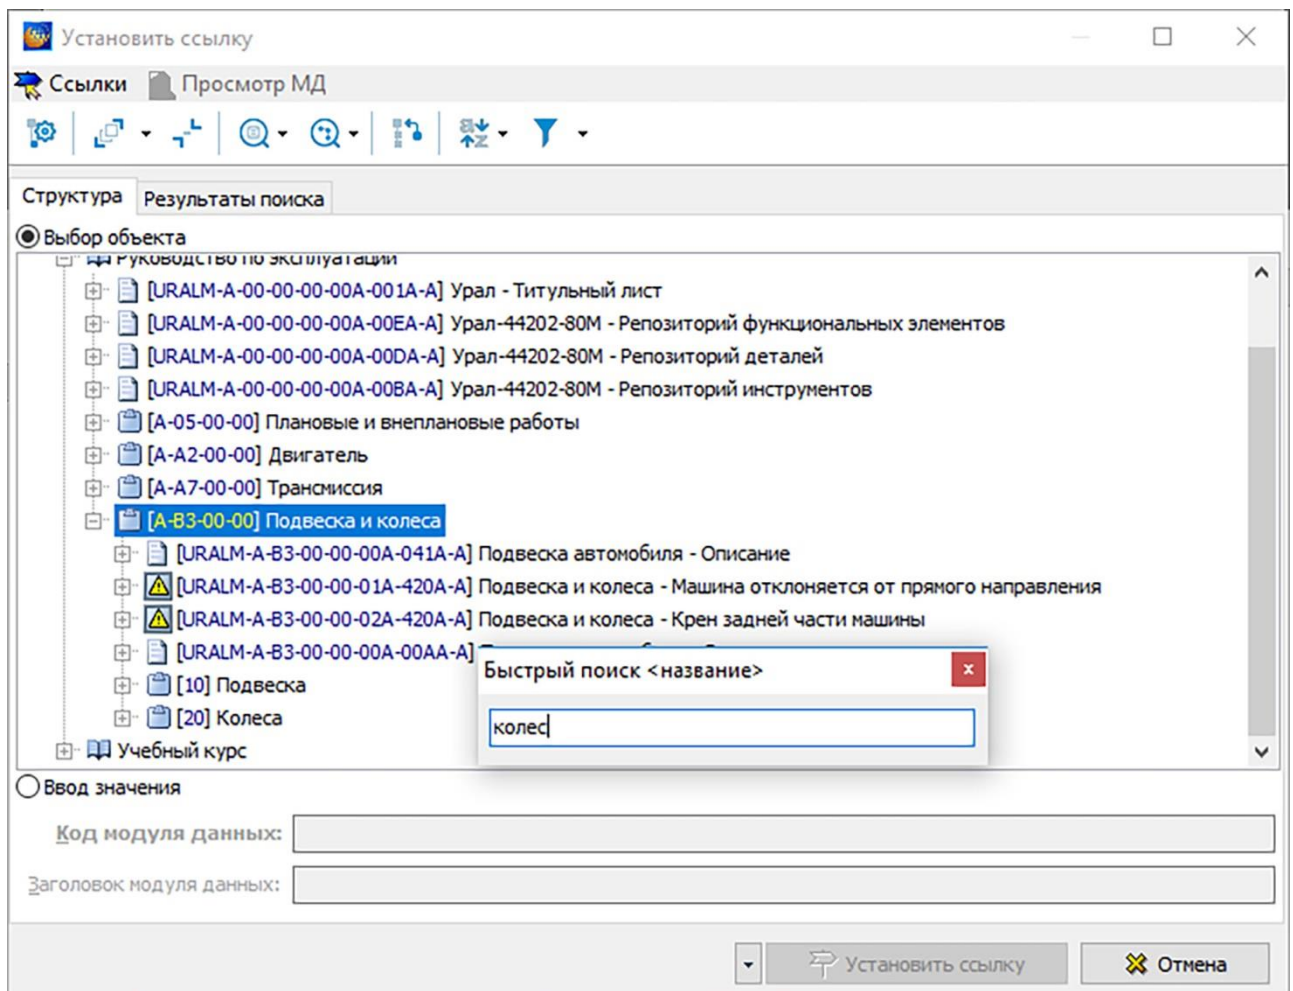

Рисунок 345
3) Наберите на клавиатуре начальные буквы, если поиск производится по названию (или символы кода, если поиск производится по коду). В нижней части вкладки **Структура** появится окно быстрого поиска с введённой строкой поиска (рисунок 345).